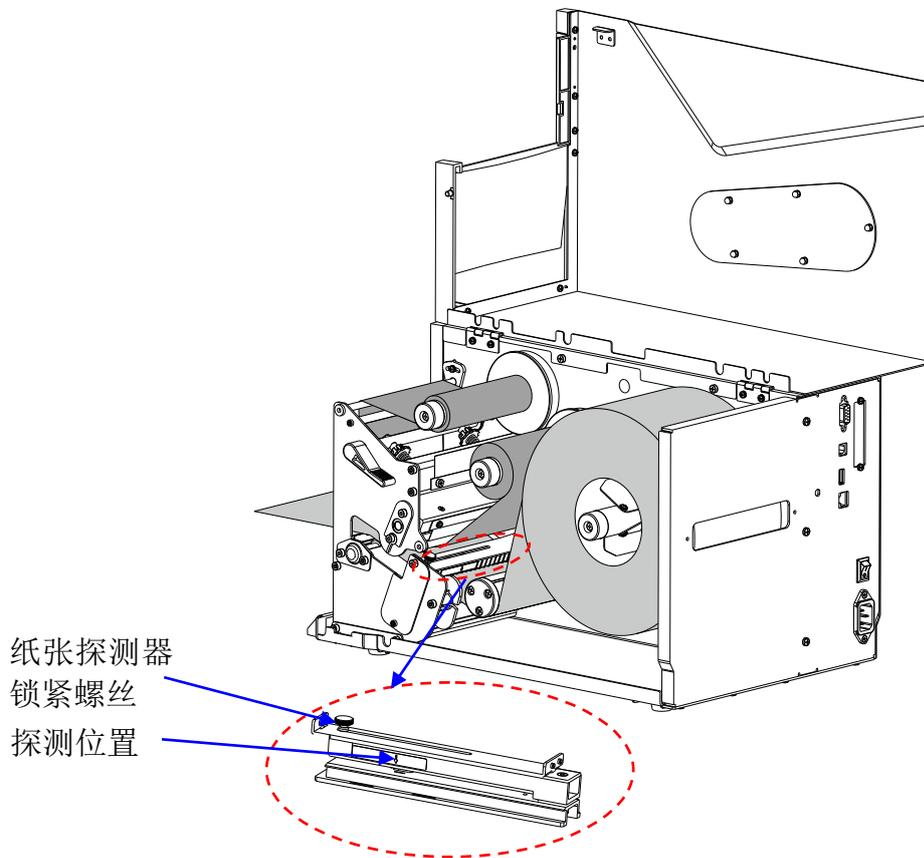

图 2-14
3. 拧松纸张探测器锁紧螺丝，移动纸张探测器到合适位置，使探测器上箭头标识对准标签间隙（定位黑标、定位孔），然后拧紧纸张探测器锁紧螺丝，如图 2-14 所示（以纸卷支撑片结构为例进行说明）。